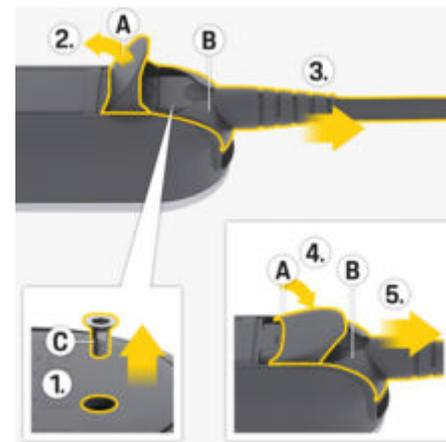

Fig. 13: Débranchement du câble d'alimentation
1. Retirez la vis **C** (Fig. 13) à l'aide d'un outil adéquat.
2. Ouvrez complètement le couvercle **A** (Fig. 13).
3. Tirez la fiche **B** (Fig. 13) jusqu'au premier point de résistance.
4. Fermez le couvercle **A** (Fig. 13) à environ 15 degrés (le couvercle peut être en contact avec la fiche **B** (Fig. 13)).
5. Débranchez entièrement la fiche **B** (Fig. 13).